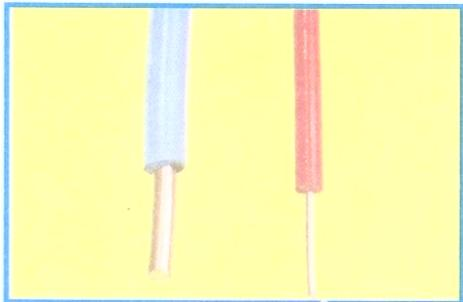

Figura 3 - Fio encapado.
**Fio encapado:** o fio encapado é geralmente empregado em ligações onde se faz necessária uma melhor isolamento associada à uma maior rigidez mecânica (veja figura 3).